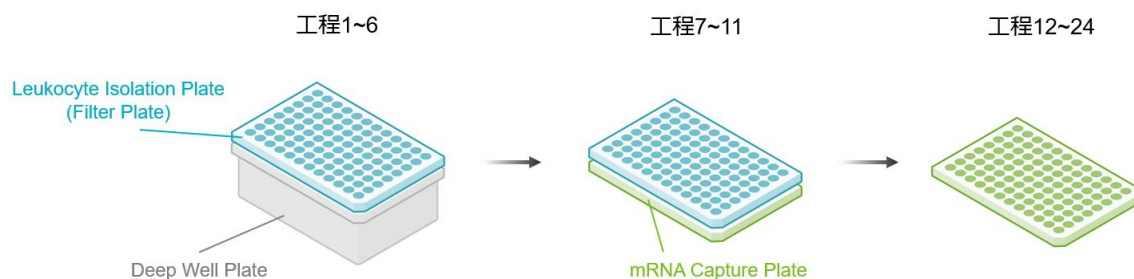

図 1 各プレートの配置図
1. Leukocyte Isolation Plate (Filter plate) を Deep Well Plate の上に乗せる (図 1 参照)。
7. Deep Well Plate を取り除き、Filter Plate を mRNA Capture Plate の上に載せる (図 1 参照)。